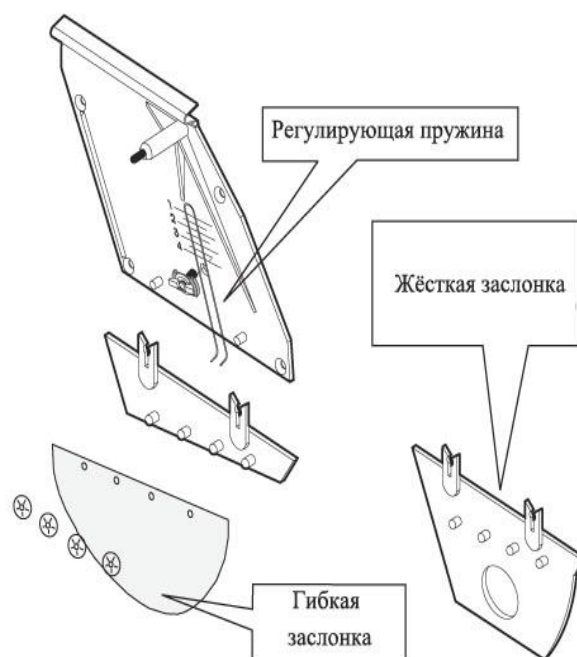
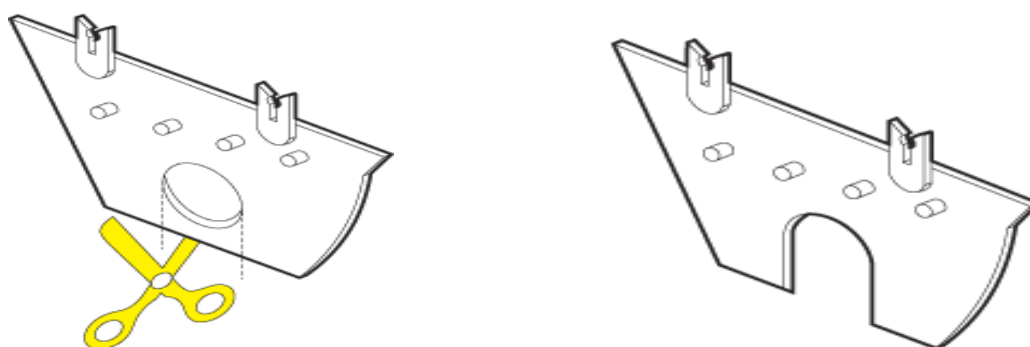

Рис. 21.
Рис. 22.
- ✓ Делительный механизм с регулируемой перегородкой (Рис. 21), служащей для установления уровня семян в высевальном аппарате. Эта перегородка регулирует выходное отверстие семян для предотвращения переполнения высевального аппарата. Перегородка регулируется смещением пружины (Рис. 21), размещённой на крышке.
Если высеваются семена, обладающие высокой текучестью, и происходит переполнение высевального аппарата, то вместо гибкой заслонки ставится жёсткая нерегулируемая заслонка (Рис. 21). В жёсткой заслонке предварительно вырезается отверстие (Рис. 22).